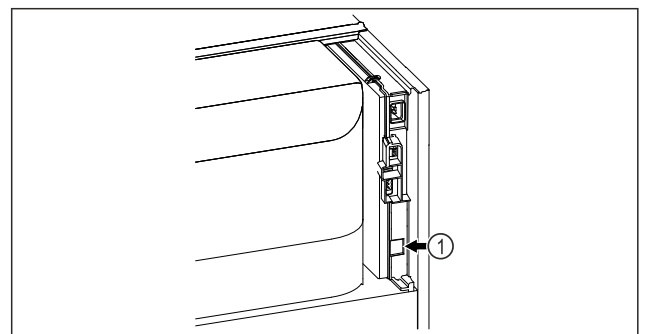

Fig. 48
- ☐ SmartModule Fig. 48 (1) ist eingesetzt.